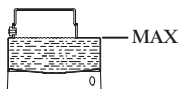

Fig. 4
- Abrir la Cafetera girando en sentido antihorario, extraer el filtro de embudo y llenar con agua fría hasta unos 2/3 mm por debajo de la válvula de seguridad. (fig. 4)